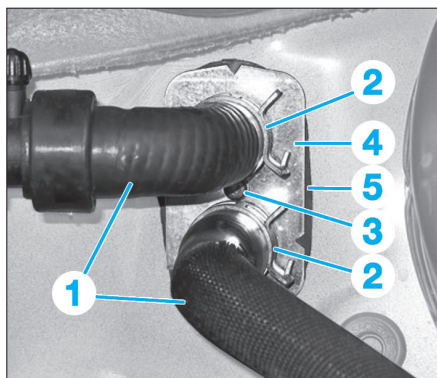

Fig. 16
- Mettre en place l'outil [1] sur les durits (1) (Fig.16).
- Déposer les colliers (2).
- Désaccoupler les durits (1).
- la vis (3),
- la plaquette de maintien (4),
- le caoutchouc d'étanchéité (5),